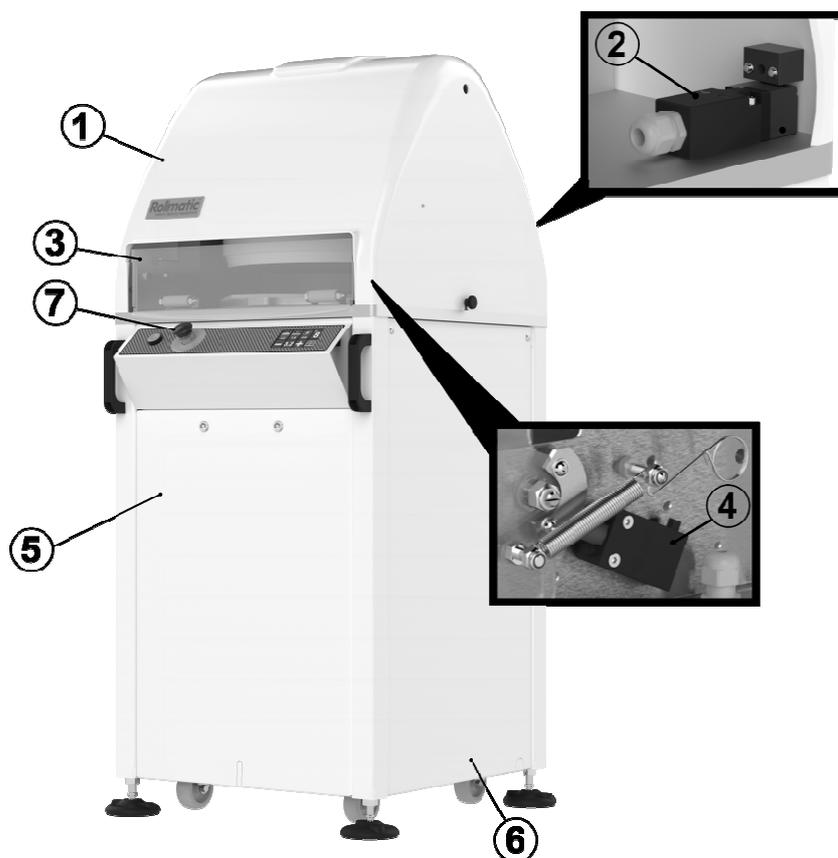

Рис. 15
Ссылаясь на Рис. 15 в этом руководстве перечислены защитные устройства оборудования:
1. Откройте дверцу из. 3 (Рис. 15) во время работы оборудования. Работа оборудования должна немедленно прекратиться. Время открытия оператором защитного устройства (до момента его доступа к опасным механизмам) не должно превышать времени остановки оборудования.
2. При открытой дверце из. 3 Рис. 15 попробуйте осуществить запуск оборудования. Оборудование не работает.
3. Проверьте, чтобы (Рис. 15) микровыключатель из. 4 был плотно прикреплён к планке и что во время работы насадок оператору невозможно открепить его.
5. Извлеките верхний картер из. 1 (Рис. 15) во время работы оборудования. Работа оборудования должна немедленно прекратиться. Время открытия оператором защитного устройства (до момента его доступа к опасным механизмам) не должно превышать времени остановки оборудования.
6. При откреплённом верхнем картере из. 1 (Рис. 15) попробуйте осуществить запуск оборудования. Оборудование не работает.
7. Проверьте привод микровыключателя из. 2 (Рис. 15), который должен быть плотно прикреплён к верхнему карттеру из. 1 (Рис. 15) и что во время работы насадок оператору невозможно открепить его от верхнего карттера.